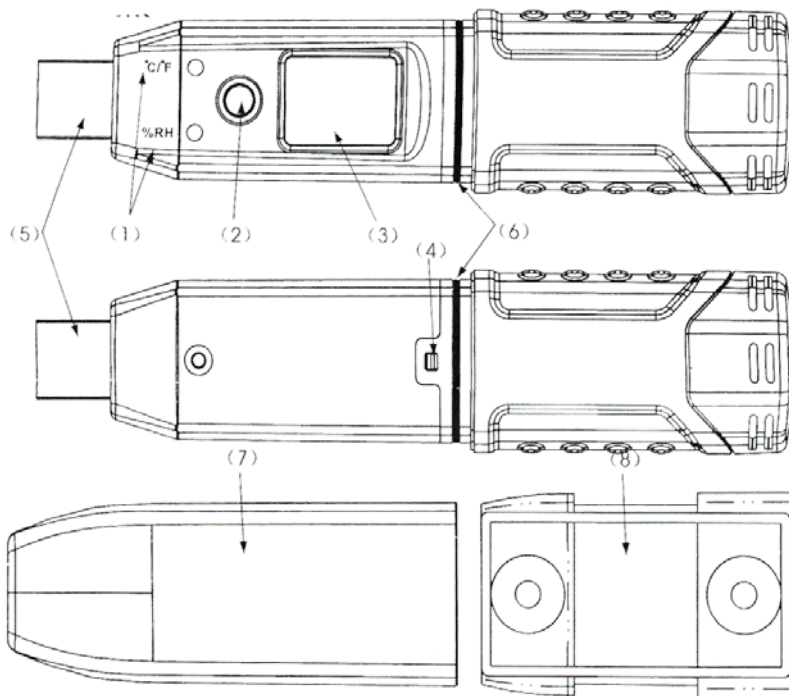

Рисунок 1.
- 1 Устройство (Рисунок 1)
- (1) Световой индикатор переполнения данных
- (2) Клавиша операций
- (3) ЖК Дисплей
- (4) Место замены батареи
- (5) USB-интерфейс
- (6) Водонепроницаемая резиновая прокладка
- (7) Прозрачный водонепроницаемый корпус
- (8) Скоба